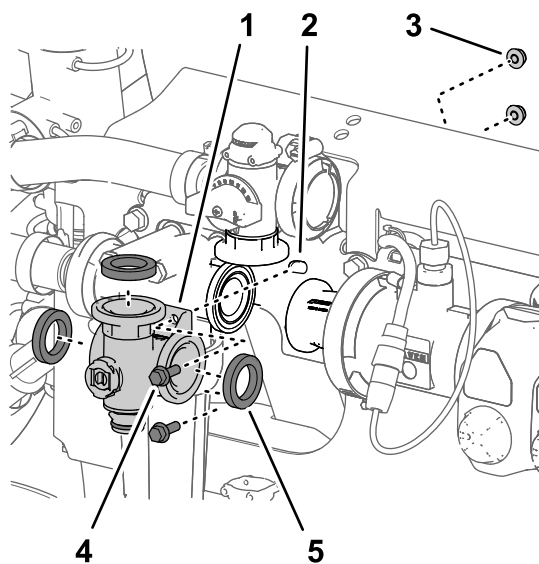
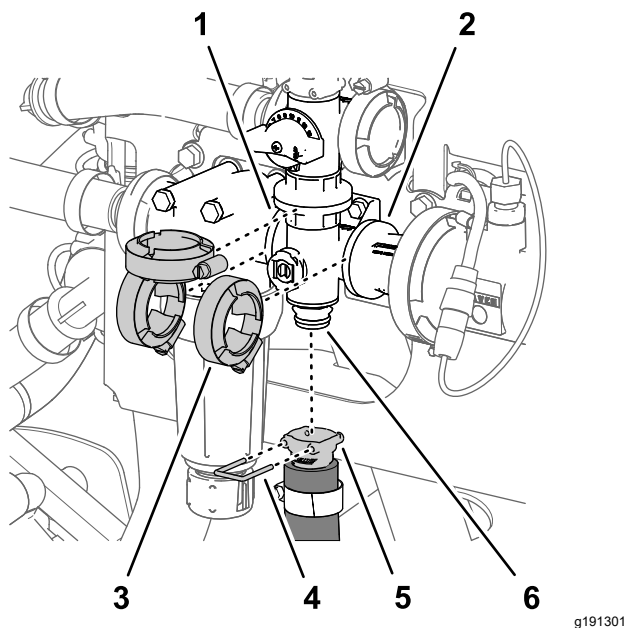

Bild 130
Bild 131
1. Fluchten Sie den Flansch des Rührwerkventilverteilers und drei Dichtungen mit den Flanschen des Rührwerksicherheitsventils, des Druckfilterkopfs und dem Kupplungsadapter aus (Bild 130 und Bild 131).
2. Befestigen Sie den Rührwerkventilverteiler mit drei Flanschklammen, die Sie in Entfernen des Rührwerkverteilterventils \(Seite 88\) entfernt haben, lose am Rührwerksicherheitsventil, am Druckfilterkopf und am Kupplungsadapter (Bild 131).
5. Ziehen Sie die drei Flanschklammen mit der Hand an (Bild 131).
6. Befestigen Sie die Schnellkupplung des Rührwerkschlauchs mit dem Schnellkupplungsstift am Schnellkupplungsanschlussstück des Rührwerkventilvertailers (Bild 131).